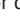

Fig. 203 No compartimento do motor: tampa da abertura para enchimento de óleo do motor.
4. Identificar a abertura para enchimento de óleo do motor e a vareta de medição do óleo. A abertura para enchimento do óleo do motor é identificada pelo símbolo  na tampa → Fig. 203 e pela vareta de medição do óleo com a alça colorida. Se não estiver claro onde a tampa e a vareta de medição do óleo se encontram, procurar uma Concessionária Volkswagen ou uma empresa especializada.
9. Desrosquear a tampa do bocal de enchimento de óleo do motor → Fig. 203.